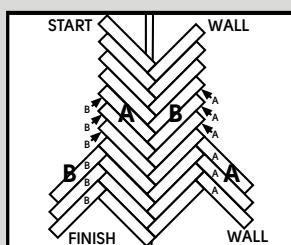

Fig. 7
- Comience en la «pared de finalización» y deslice la junta final de un tablón «B» hacia el lateral de un tablón «A». Vuelva a deslizar el tablón «B» hacia el final del tablón «A» en un ligero ángulo hasta que quede firme (fig. 7). Nota: Si hay alguna desviación de la línea central, el producto se puede mover hacia atrás y hacia delante sobre el suelo (fig. 7).